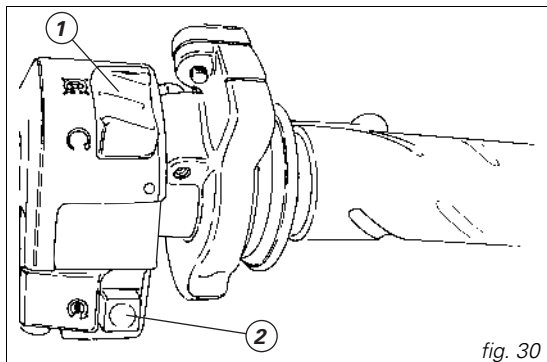

fig. 30
3) Accertarsi che l'interruttore d'arresto (1, fig. 30) sia nella posizione  (RUN), premere quindi il pulsante avviamento (2, fig. 30).